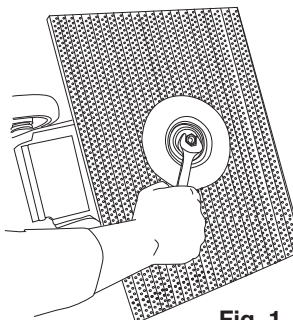

Fig. 1
4. Retire el tornillo central en la parte inferior del portacojinete con una llave española de 3/4 (Fig. 1).